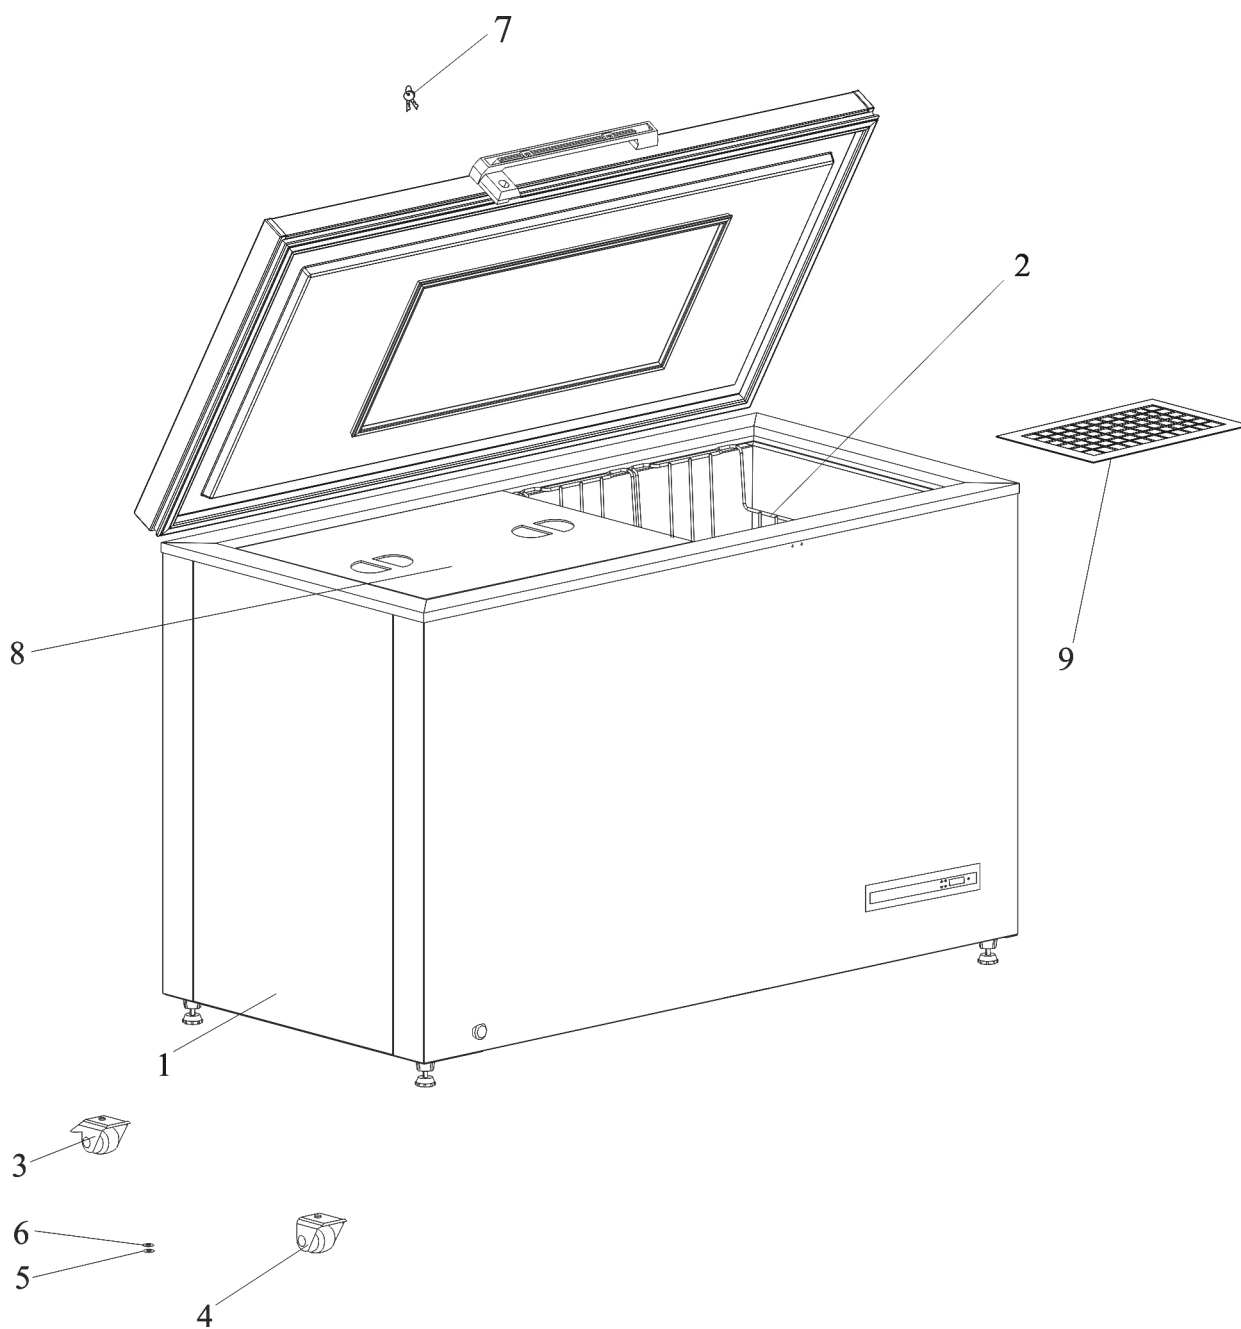

Рис.1
5.8 Для сохранения температурного режима внутри морозильника при пользовании под дверью находятся две крышки из вспененного полистирола (рис.1, поз.9). После укладки или извлечения препаратов из морозильника установите крышки таким образом, чтобы скос был со стороны боковых стенок морозильника.